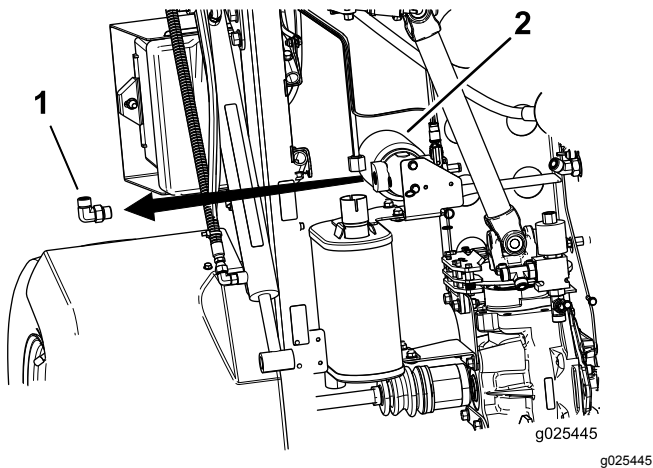

Figure 14
1. Déposez le raccord 90° existant du filtre à huile hydraulique (Figure 14).